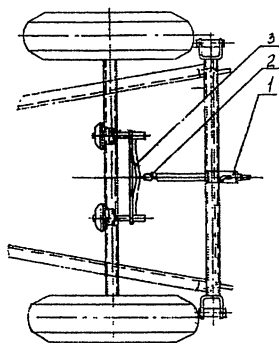

Рис. 8 – Стояночная тормозная система
4.3.1. Стояночная тормозная система (рис.8) включает в себя тормоз ручной 1, цепь 2 и уравниватель 3, которые в свою очередь соединены с разжимными рычагами колодок тормозов колес.